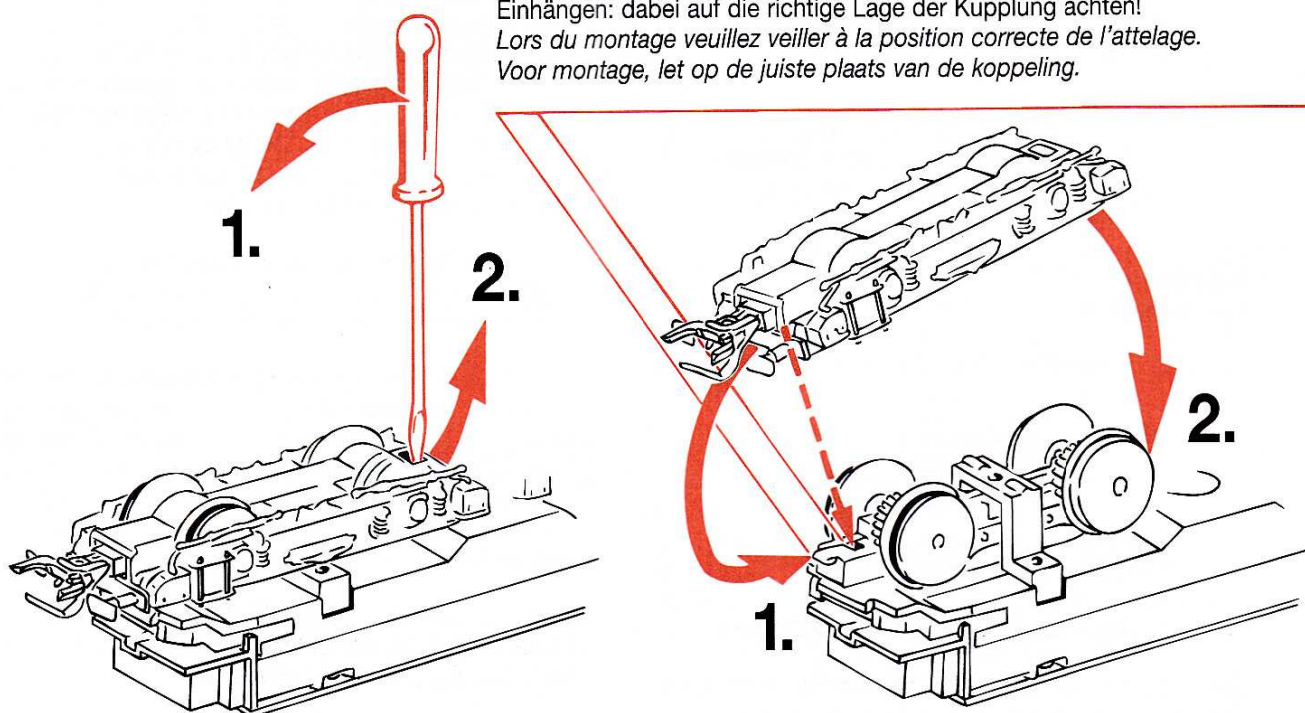

Fig. 9
3. Change of lights: First remove loco body (fig. 3) and then change **lights**. (fig. 9)
3. Remplacement des ampoules: Veuillez démonter d'abord la caisse de votre locomotive (fig. 3), puis vous pouvez **échanger les ampoules** (voir fig. 9)